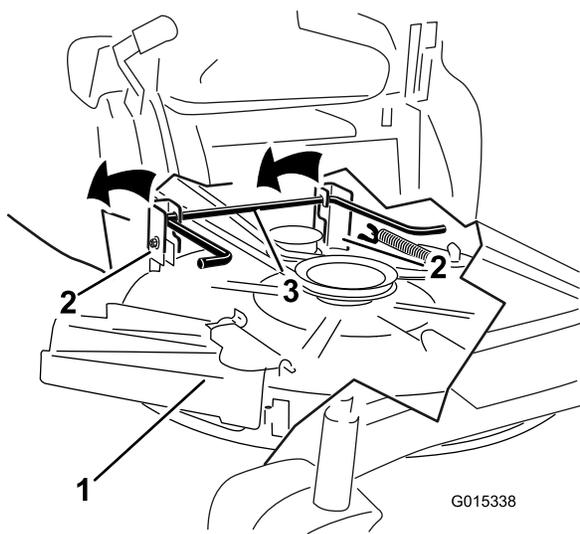

**Figura 66**
5. Retire la chaveta de la varilla de soporte delantera y retire la varilla del soporte de la carcasa (Figura 66).
6. Conecte la varilla de soporte delantera a la carcasa de corte con el pasador y la chaveta (Figura 66).